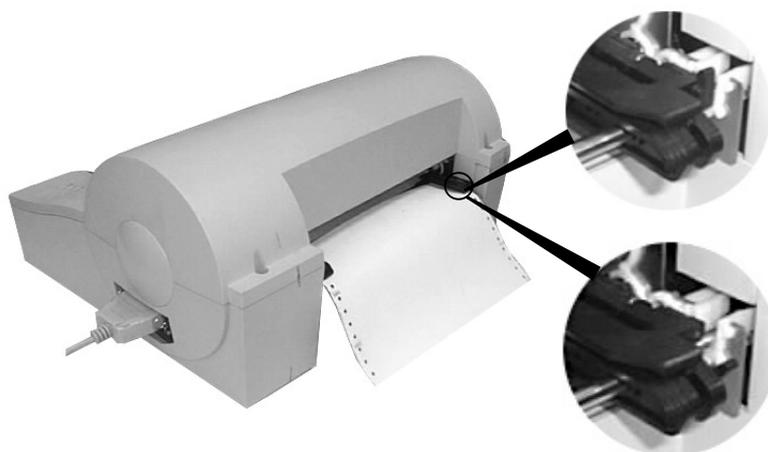

图 3-11 调整牵引器位置
6. 如纸张皱折，请修正右边控制锁于正确位置，如图 3-11。